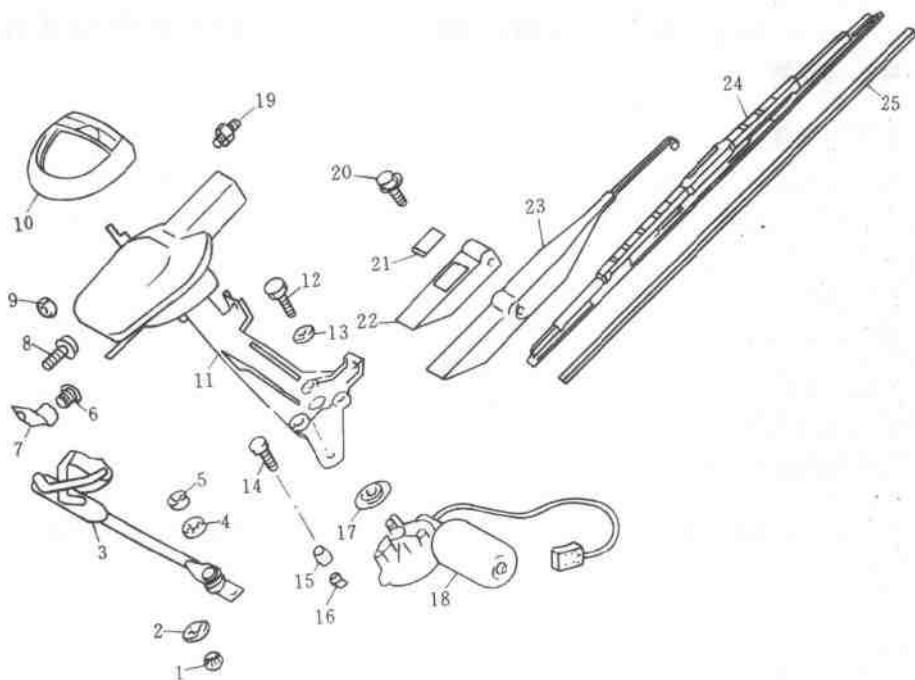

图 5-3-5
(6) 拆下联动机构与防火墙的固定螺栓, 然后把联动机构向前抽进气压室(图 5-3-5 所示, 为雨刮系统零部件分解图)。